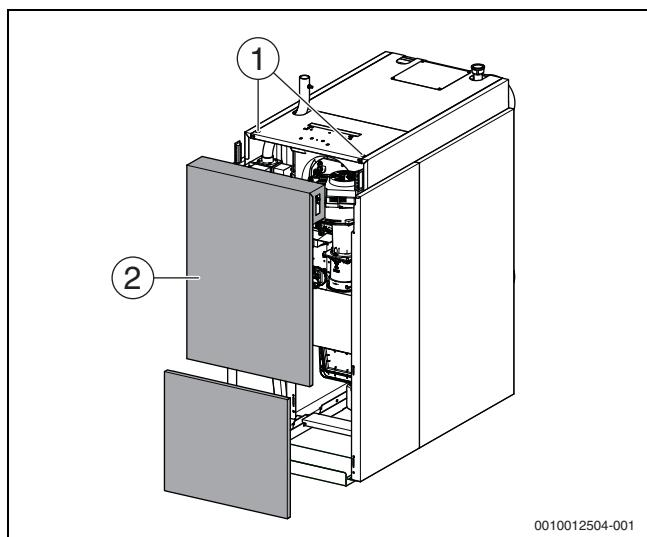

Рис. 33 Демонтаж передней стенки
- ▶ Поверните стопорные винты (**→рис. 33, [1]**) на верхней стороне котла подходящим инструментом против часовой стрелки и разблокируйте переднюю стенку котла.
- ▶ Наклоните переднюю стенку котла (**→рис. 33, [2]**) вперед и поднимите вверх из нижней направляющей.